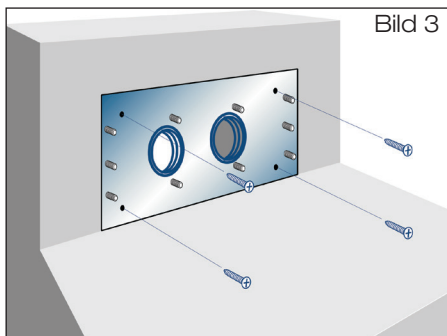

Bild 3
1.3 Schiebeflansch mittels Schraubendreher befestigen (Bild 3).